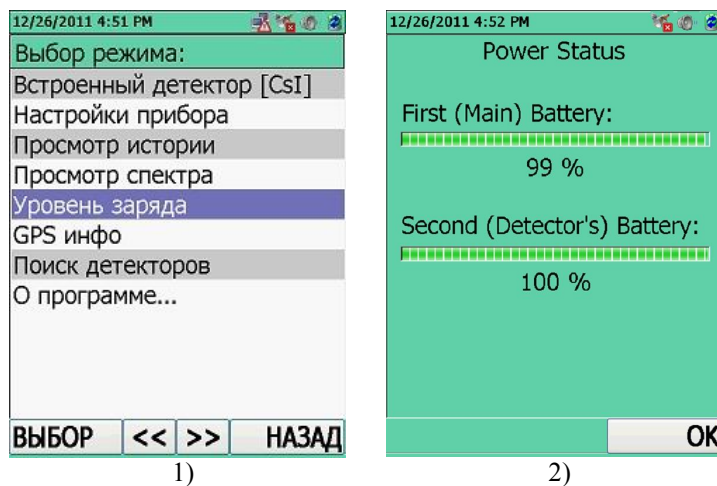

Рисунок 11.52
Для входа в **режим** просмотра степени заряда элементов питания "**Уровень заряда**" необходимо в окне индикации режимов работы прибора выбрать пункт меню "**Уровень заряда**", рисунок 11.52 (1). В окно отображения режимов работы прибора можно войти при нажатии на кнопку РЕЖИМ из любого режима работы. Выбор требуемого пункта меню "**Уровень заряда**" осуществляется перемещением курсора при помощи кнопок джойстика ВВЕРХ/ВНИЗ. Подтвердить переход в режим "**Уровень заряда**" необходимо нажатием центральной кнопки джойстика ВВОД или кнопки ВЫБОР.
На ЖКИ прибора будет отображаться информация о степени заряда элементов питания в процентах и в графическом виде, рисунок 11.52 (2).
появляется индикация значка , рисунок 11.52 (2). Рекомендуется зарядить аккумуляторные батареи, согласно 9.3;
На ЖКИ прибора окно "Уровень заряда", рисунок 11.52 (2), обновляется в режиме реального времени.